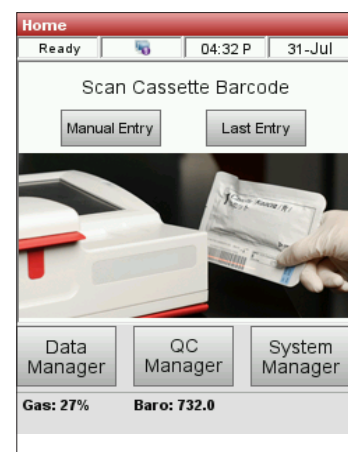

Abbildung 6. Hauptmenü
1. Scannen Sie auf dem Startbildschirm den unteren Barcode auf der SRC-Verpackung, indem Sie ihn etwa 2–3 Zoll (5–8 cm) vom Barcodeleser entfernt halten, der sich in der rechten Ecke des Analysegerätes befindet (Abbildung 6).